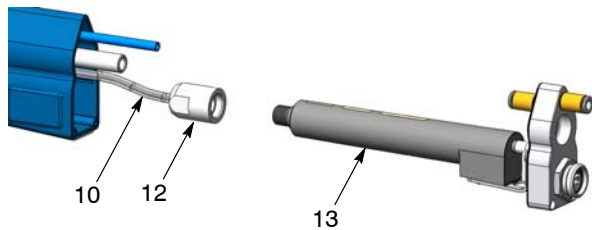

Figura 28 Desconexión del cable de electrodo
3. Ver la figura 28. Desenroscar la tuerca del multiplicador (12) y desconectar el cable del electrodo (10) del multiplicador (13).
5. Pistolas de montaje en tubo: Ver la figura 28. Introducir el extremo del muelle del cable de electrodo (10) en el hueco del multiplicador hasta que haga tope y a continuación roscar la tuerca del multiplicador bien (12).